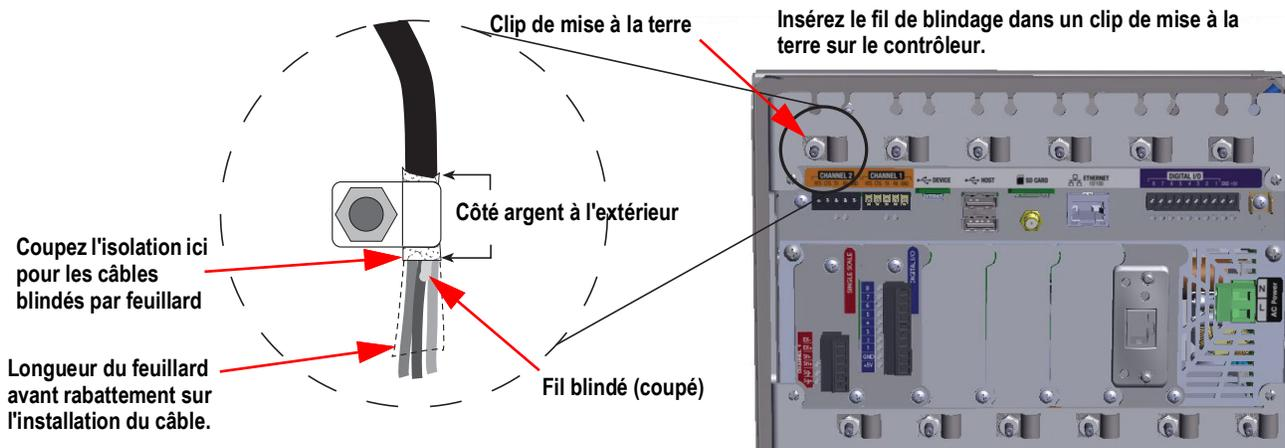

Figure 2-28. Goujon et clip de mise à la terre de l'indicateur 1280 sur le modèle pour installation à panneau
3. Coupez et rabattez le fil de blindage et le feuillard comme sur la Figure 2-28.